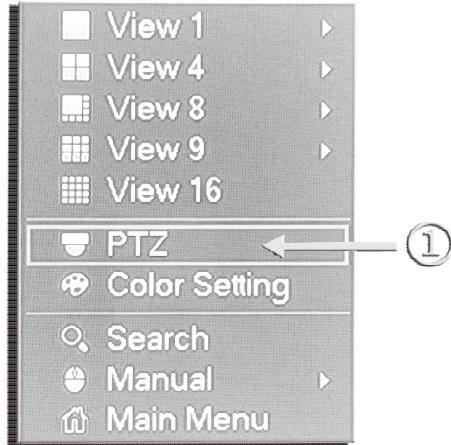
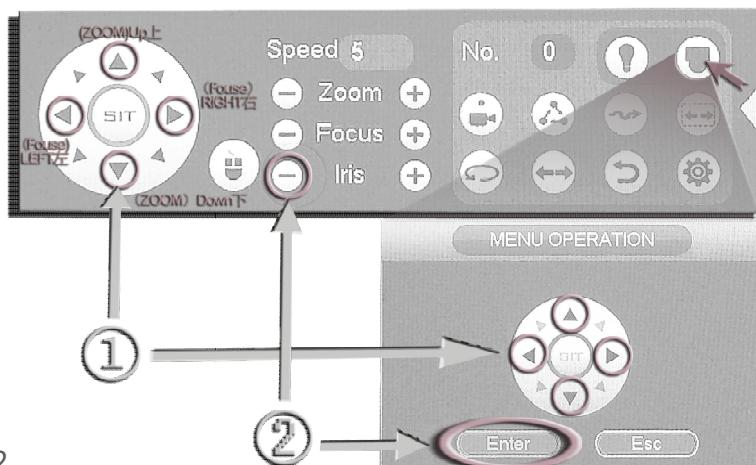

图 1
图 2
如图 1：“①”处通过点击鼠标右键弹出的菜单，点击“ 同轴抑制 ” 进入到图 2 菜单
如图2：“①”处分别控制自动镜头的Focus Lens方向(near/far)和Zoom方向(wide/tele).在按着Focus “+” / “-” , “<”/ “>”或Zoom “+” / “-” , “△”/ “▽”点击Zoom方向(wide/tele)即上下方控制镜头变倍，当该变到你需要的倍数后便松开按键，镜头便会进入自动聚焦至完成聚焦，点“②”处进入摄像机主菜单界面（该为进入 /确认键）。在主菜单界面后，“①”处便成为纯粹的“上” “下” “左” “右” 控制选择键了。